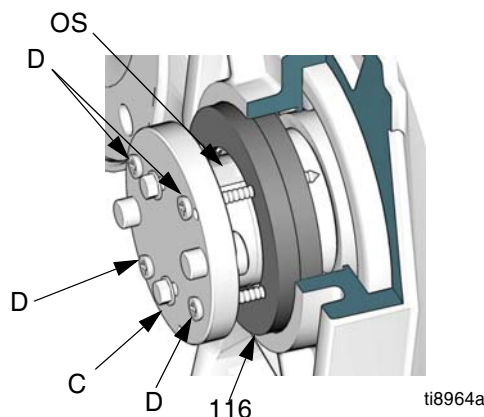

FIG. 8. Rimuovere le tenute dell'albero di uscita
4. Rimuovere le due guarnizioni di uscita (116) come segue:
- a. Vedere FIG. 8. Inserire l'attrezzo (C) sull'albero di uscita (OS). Tenere in posizione.
- b. Praticare fori pilota di diametro 2,8 mm (7/64 in.) nelle tenute (116), usando i fori per le viti per lamiera metallica (D) come maschera. Installare le viti per lamiera metallica (D) attraverso l'attrezzo e nelle tenute (116).
- c. Serrare le viti (D) in modo costante per tirare entrambe le tenute verso l'esterno.